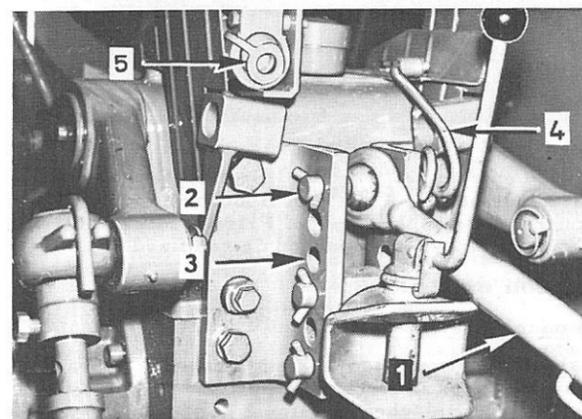

Fig. 37
Fixez le bras supérieur (1), Fig. 37 au trou supérieur (2) pour obtenir une hauteur d'attelage de 56 cm (22"). Pour obtenir une hauteur d'attelage de 46 cm (18"), fixez le bras supérieur au trou (3).